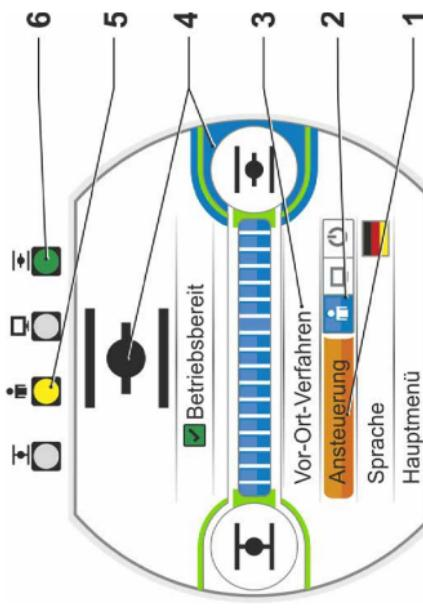

Abb. 1: Ansteuerung Vor-Ort-Verfahren
1. Menüpunkt „Ansteuerung“ anwählen (Abb. 1, Pos. 1).
2. Drive Controller so oft drücken, bis das Symbol für ORT aktiv ist, Abb. 1, Pos. 2.